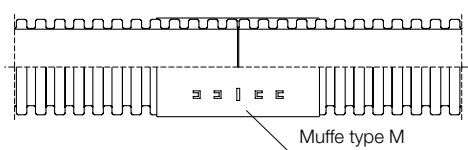
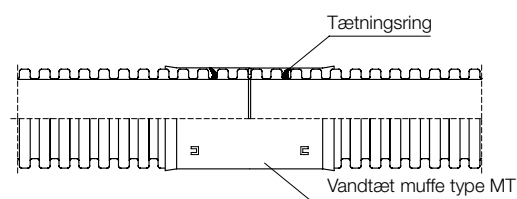

Fig. 8: Samling af rør med sandtæt muffe, type M
Fig. 9: Samling af rør med vandtæt muffe, type MT
1. Samling af rør med korrugeret yderside (DVK, DVR og KR) kan ske ved hjælp af fabriksfremstillede sandtætte muffer type M (fig. 8) eller vandtætte muffer type MT (fig. 9). Ved anvendelse af muffer af typen MT skal tætningsringene placeres i den næstyderste rille (fig. 9). For at gøre samlingen lettere skal tætningen forsynes med et smøremiddel. Muffer af typerne M og MT er forsynet med låsekroge, så rørene låses fast ved sammentrykning.